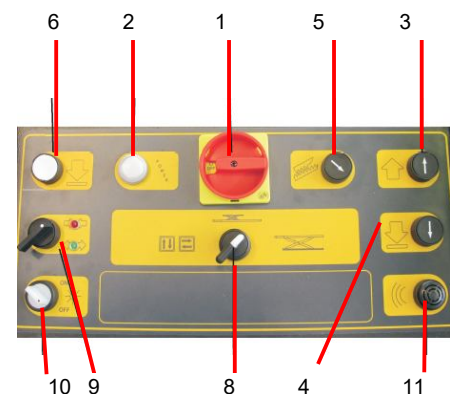

Fig.13
6. BEDIENING EN GEBRUIK (Fig.13)